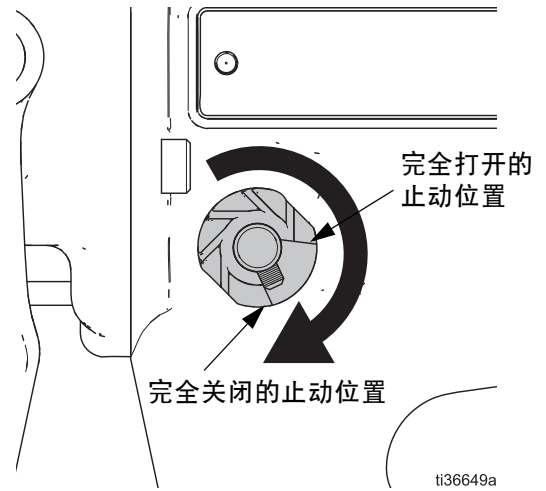

图 2 轴旋转关闭
3. 顺时针转动轴杆，直到固定螺丝碰触到完全关闭的止动位置，如图 2 所示。在张紧弹簧的过程中，将轴杆保持在这个位置。